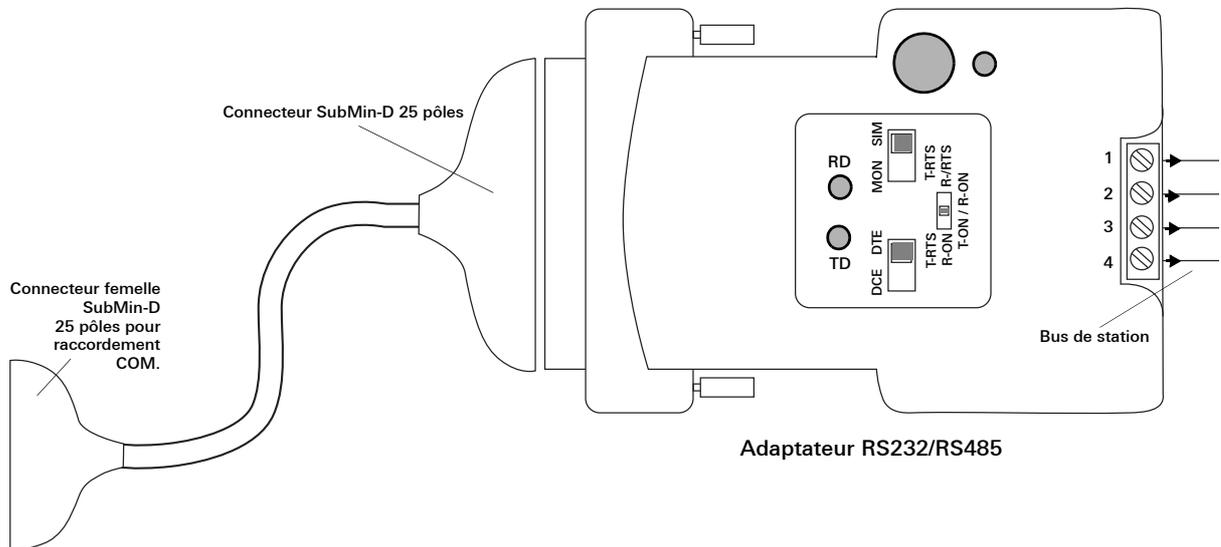
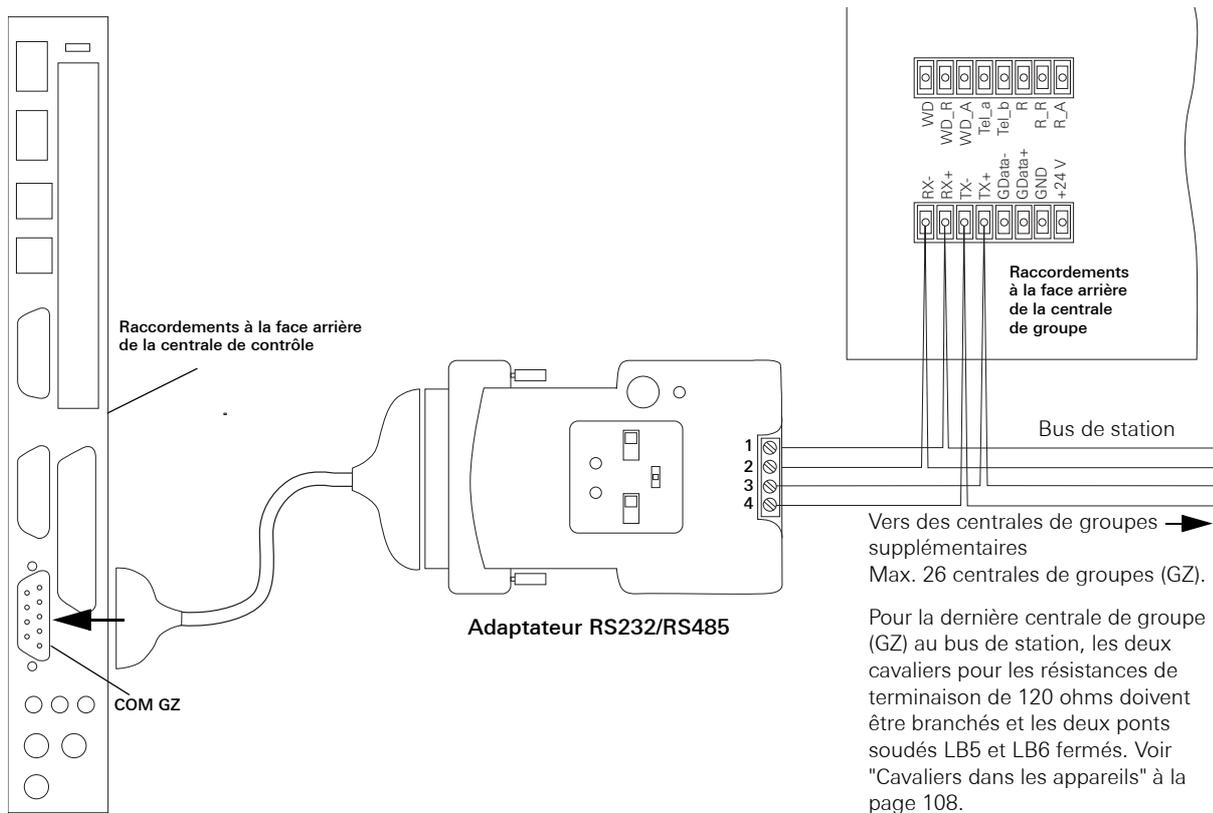

Figure 4.27 Réglages pour l'adaptateur RS232/RS485 de liaison entre la centrale de contrôle et les centrales de groupes
Figure 4.28 Raccordement de la centrale de contrôle et des centrales de groupes au bus de station
2. Relier le bus de station au raccordement COM2 de la centrale de contrôle (figure 4.28) à l'aide de l'adaptateur RS 232 / RS 485 (figure 4.27). La position des commutateurs DIL (figure 4.27) sur l'adaptateur ne doit pas être modifiée.